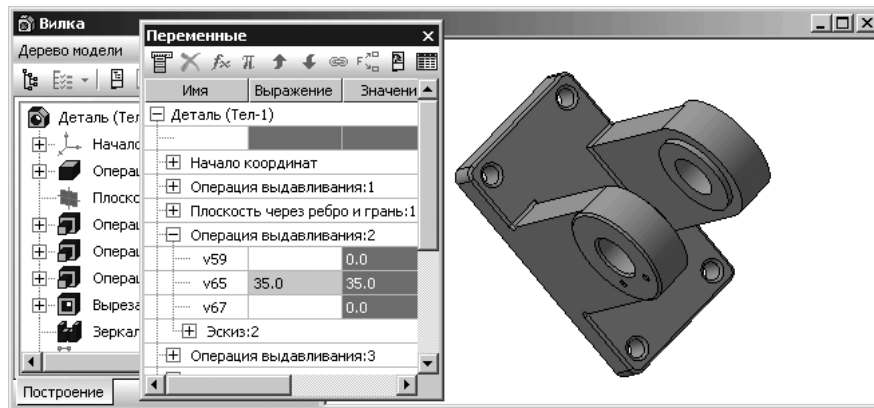

Рис. 3.88. Состояние системы с вызванным диалоговым окном **Переменные** и измененным параметром – **Толщина проушины**
- нажмите функциональную клавишу **F5** (Перестроить) или щелкните на панели инструментов **Вид** по кнопке – **Перестроить**. Появится измененная модель детали. Это состояние системы с вызванным диалоговым окном **Переменные** показано на рис. 3.88.